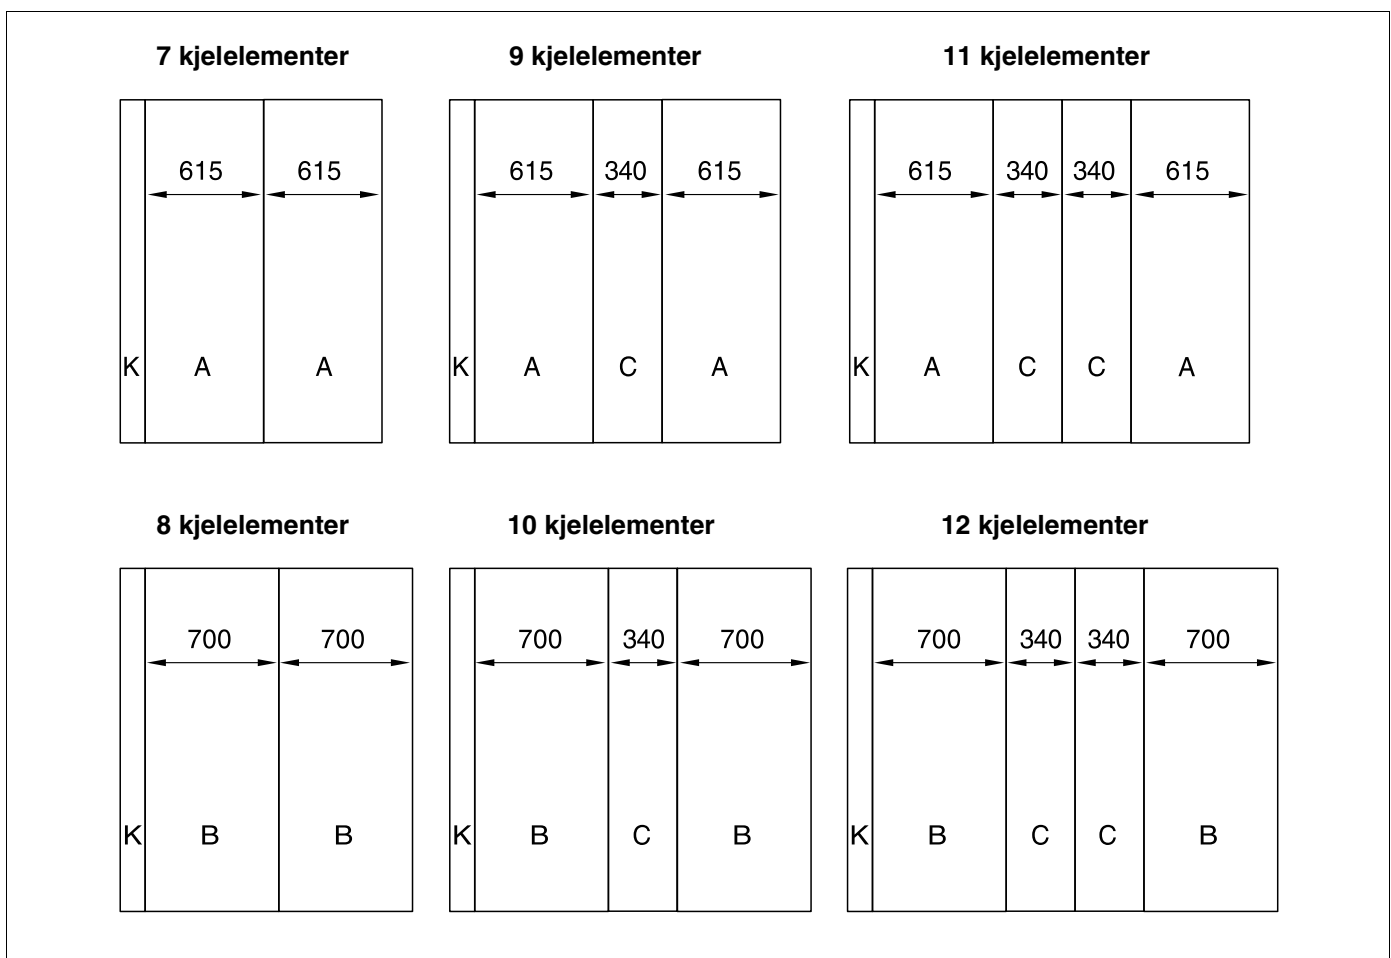

Fig. 48 Plassering av sideveggdelene for forskjellige kjelstørrelser (mål i mm)
- Alle sidevegger skal monteres som vist i plasseringsskjemaet (Fig. 48).